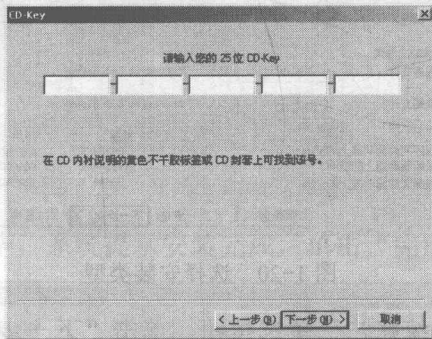

图 1-17 CD-Key 录入
7) 输入 CD-Key, 单击“下一步”按钮, 如图 1-17 所示。